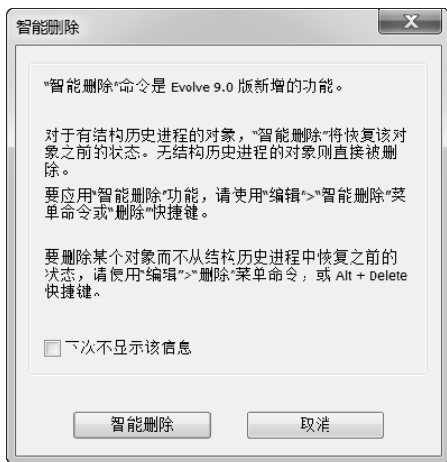

图 2-71 关于智能删除图标的解释
- 3) 此时弹出关于“智能删除”图标的解释，如图 2-71 所示，请阅读并理解该键含义。随后单击“智能删除”按钮进行确认。